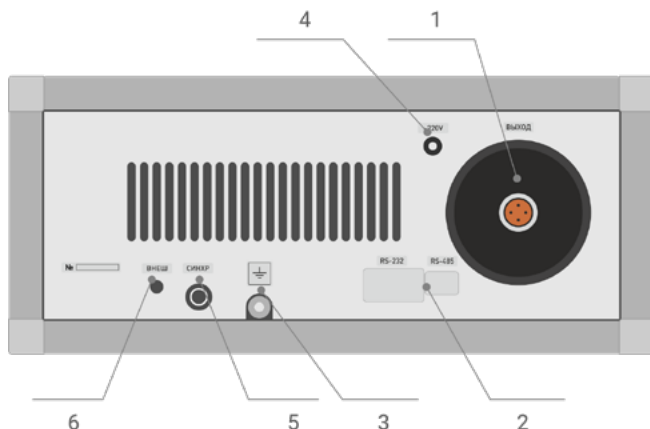

Рисунок 2 - Задняя панель генератора
5.1.3. На задней панели генератора (Рис. 2) расположены: